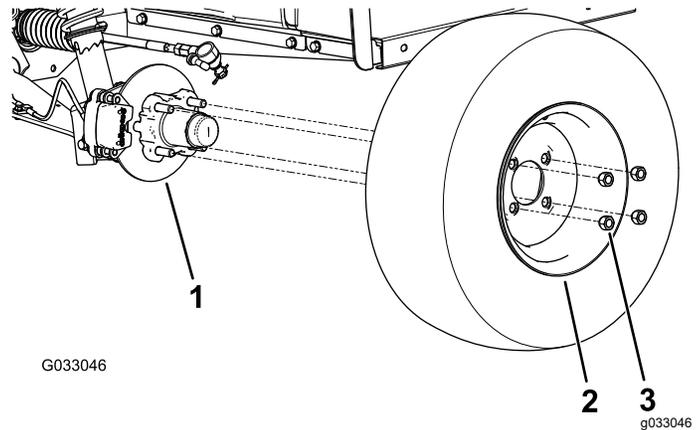

Figure 33
2. Retirez les 4 écrous qui fixent la roue sur le moyeu (Figure 33).
4. Alignez les trous de la roue et les goujons du moyeu, puis montez la roue sur le moyeu en plaçant la valve à l'extérieur (Figure 33).
5. Fixez la roue au moyeu avec les écrous de roue (Figure 33). Serrez les écrous de roues à un couple de 108 à 122 N·m (80 à 90 pi-lb).